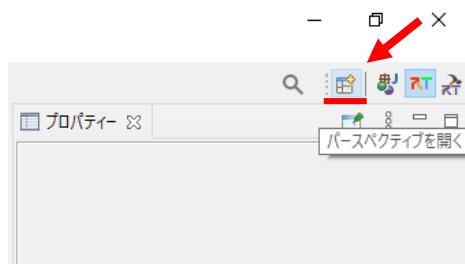

図 22 [パースペクティブを開く]の場所
- ③ 図 22 のように OpenRTP の[メニューバー]の右側にある[パースペクティブを開く]をクリック。